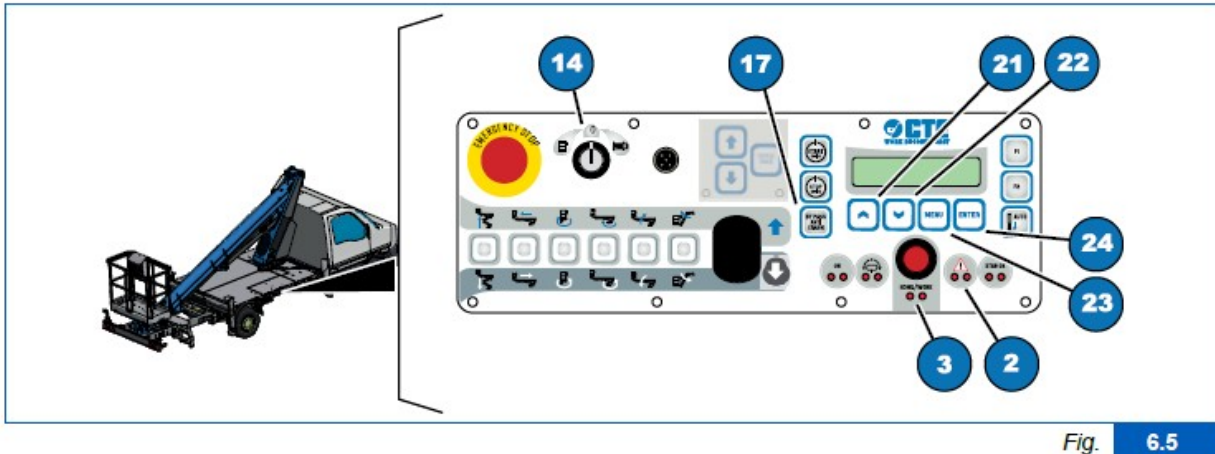
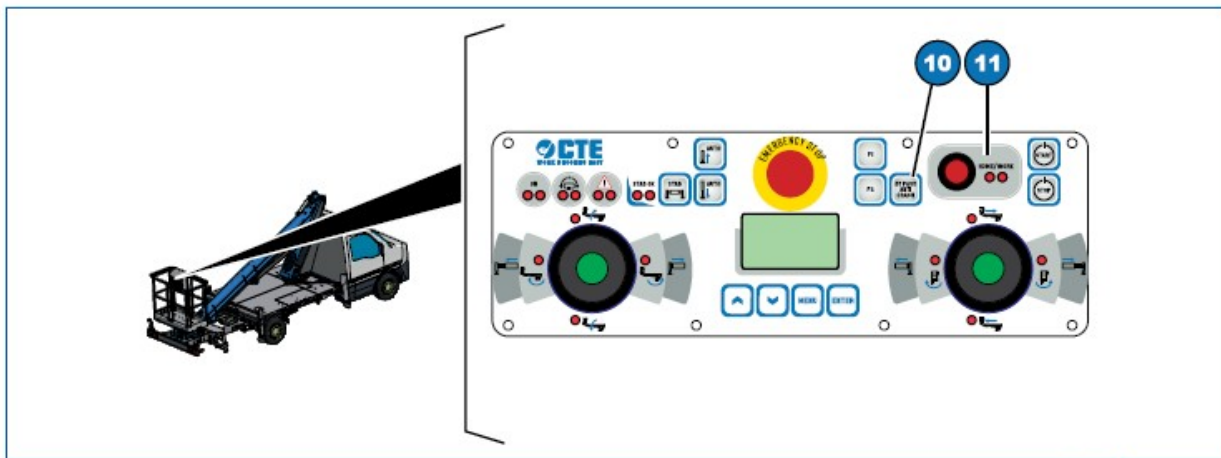

Fig. 6.5
Fig. 6.6
- 1) Introduceți cheia și rotiți întrerupătorul selector (Fig. 6.5, 14) în poziția „comenzi de la sol”;
- 2) Apăsați butonul „MENU” (Fig. 6.5, 23);
- 3) Selectați opțiunea „mod ușor” folosind butoanele „UP” (sus) și „DOWN” (jos) (Fig. 6.5, 21 și 22) și apăsați „ENTER” (Fig. 6.5, 24) pentru a confirma;
- 4) Apăsați „YES” (da) folosind butoanele „UP” și „DOWN” (Fig. 6.5, 21 și 22) și apăsați „ENTER” (Fig. 6.5, 24) pentru a activa modul ușor; lumina de alarmă generală se aprinde și începe să clipească lent (Fig. 6.5, 2);
- 5) Selectați „EXIT” (ieșire) folosind butoanele „UP” și „DOWN” (Fig. 6.5, 21 și 22) și apăsați „ENTER” din nou (Fig. 6.5, 24) pentru a ieși din meniu;
- 6) rotiți cheia întrerupătorului selector (Fig. 6.5, 14) în poziția „comenzi platformă de lucru”;
- 1) Coborâți de pe platformă și poziționați-vă în fața panoului de comenzi de la sol (Fig. 6.5);
- 4) Selectați „NO” (nu) folosind butoanele „UP” și „DOWN” (Fig. 6.5, 21 și 22) și apăsați „ENTER” (Fig. 6.5, 24) pentru a dezactiva modul ușor (luminile de alarmă generală se opresc (Fig. 6.5, 2);
- 5) Selectați „EXIT” (ieșire) folosind butoanele „UP” și „DOWN” (Fig. 6.5, 21 și 22) și apăsați „ENTER” din nou Fig. 6.5, 24) pentru a ieși din meniu.
- 1) rotiți cheia de la întrerupătorul selector (Fig. 6.5, 14) în poziția „comenzi de la sol”;
- 2) Apăsați butonul (Fig. 6.5, 3) și țineți-l apăsat.
- 1) rotiți cheia întrerupătorului selector (Fig. 6.5, 14) în poziția „comenzi platformă de lucru”;
- 2) Apăsați butonul (Fig. 6.6, 11) și țineți-l apăsat.
Dispozitivele anti-coliziune se pot anula în timpul lucrului, apăsând butonul „anulare anti ciocnire” de pe panoul de comenzi de la sol (Fig. 6.5, 17) și pe panoul de control de pe platforma de lucru (Fig. 6.6, 10). Anularea va fi activă timp de 5 secunde.
Butonul „anulare pentru anti ciocnire” (Fig. 6.5, 17 sau Fig. 6.6, 10) trebuie folosit de un operator care cunoaște consecințele folosirii sale și responsabilitatea pe care o implică aceasta.